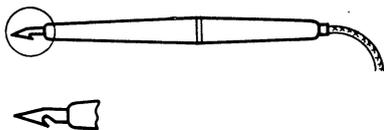

Рис. 123. Шуп-зажим из шариковой авторучки
**Шуп-зажим из шариковой авторучки.** Чтобы шуп измерительного прибора надежно соединялся, скажем, с выводом детали проверяемого устройства, на шуп надевают зажим «крокодил». Более удобным в таких случаях может оказаться предлагаемый шуп-зажим (рис. 123), изготовленный из шариковой авторучки.